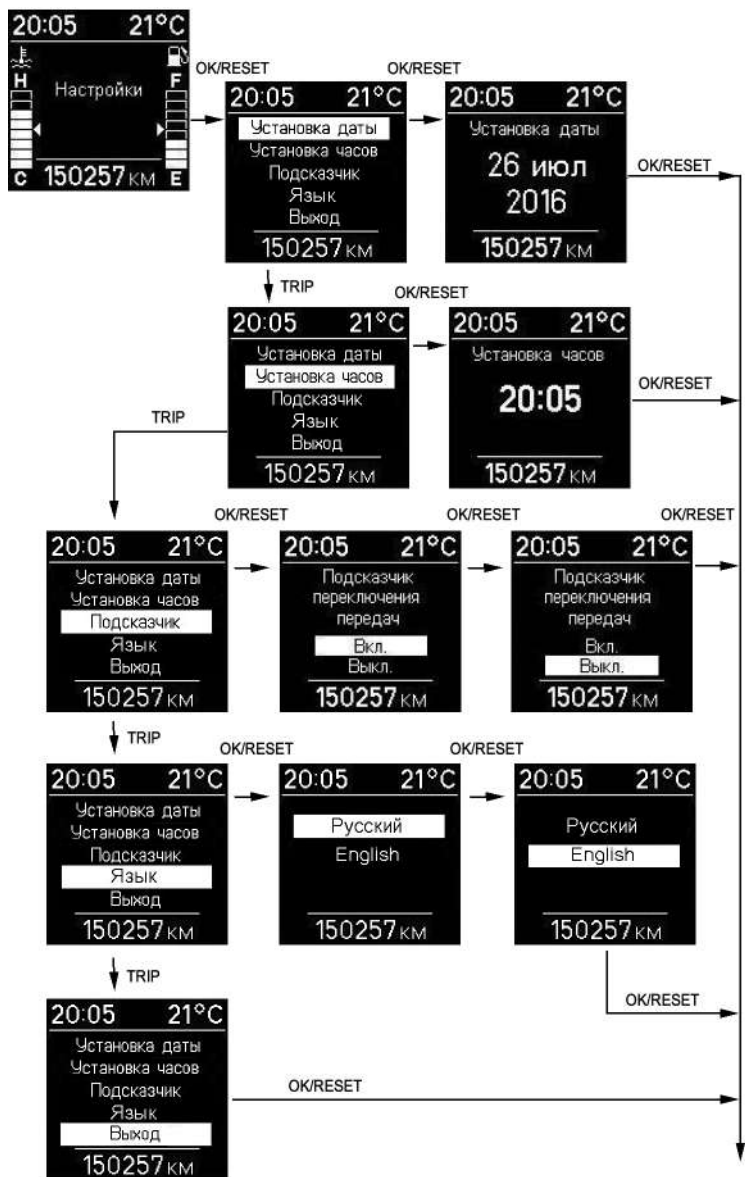

Рис. 3.9. Алгоритм установки параметров маршрутного компьютера
**Вход в режим установки параметра, выбор параметра (рис. 3.9):**